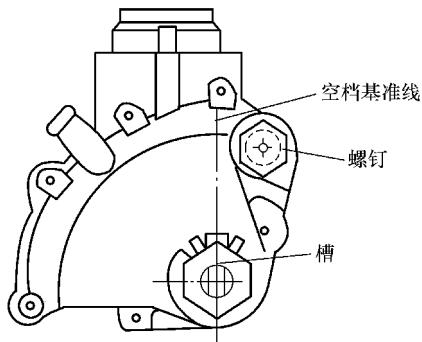

图 6-14 调整空档起动开关
- 3) 将变速杆移到 N 位, 如图 6-14 所示, 使空档起动开关槽口对准空档基准线, 定住位置并拧紧固定螺钉 (力矩为 13N·m)。